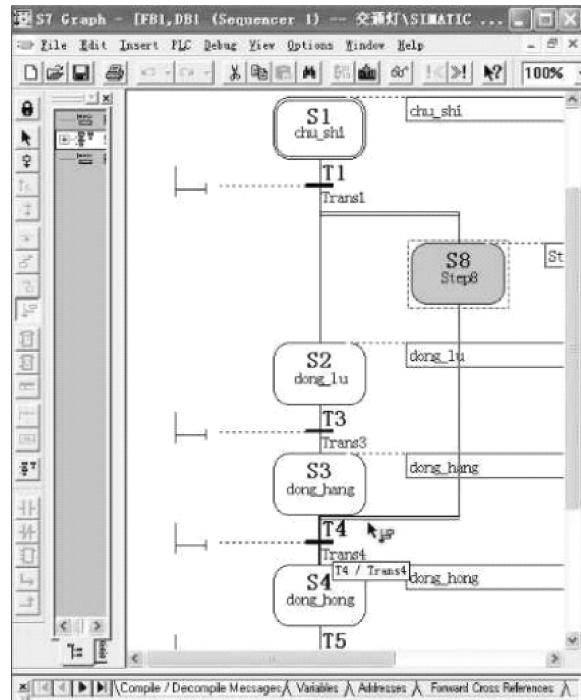

图 6-29 插入并行合并
3) 然后选中 (单击鼠标左键) 需要插入并行分支的地方 (如图中 T1 附近的地方), 然后单击 “” 即可以插入一个并行分支的“步”, 如图 6-29 中的“S8”。
4) 插入并行合并的“步”。选中步“S8”，单击 “”，这时鼠标出现一个附加的光标，把附加的光标拖动到准备合并的地方 (本例是 T4 附近)，如图 6-29 所示，然后单击鼠标左键即可。